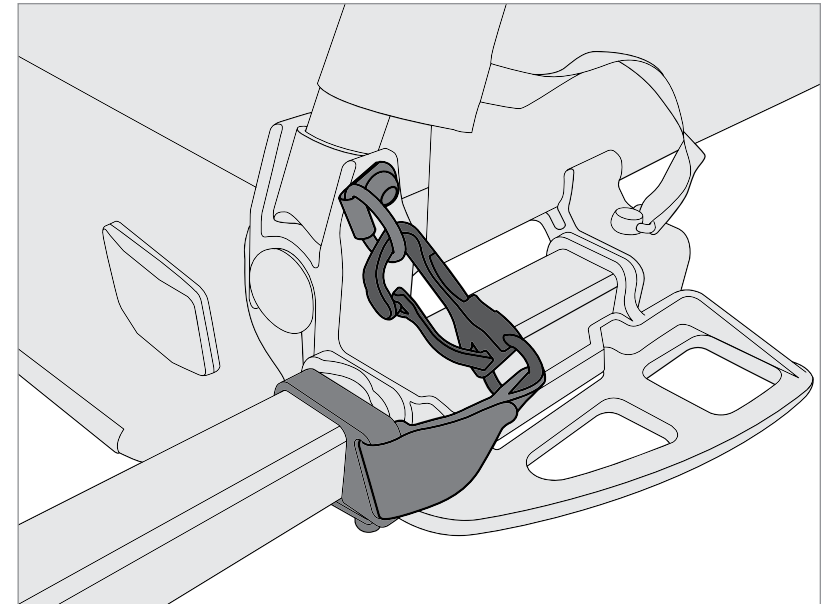

Figure 11
4. Clip the safety strap to the D-ring on the trailer frame (Figure 11).
4. Den Sicherheitsriemen an den D-Ring auf dem Kinderanhängerrahmen klipsen (Abbildung 11).
4. Clipsez la sangle de sécurité sur l'anneau d'arrimage du cadre de la remorque (Figure 11).